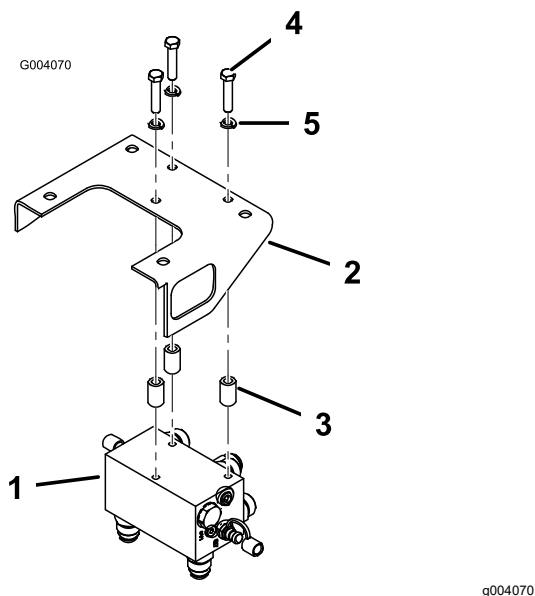

Figure 5
4. Montez le collecteur sur la face inférieure du support au moyen de 3 boulons (3/8 x 1-3/4 po), rondelles-freins (3/8 po) et entretoises. Insérez des entretoises entre le support du collecteur et le sommet du collecteur. Le collecteur doit être positionné de sorte que les raccords soient orientés vers l'arrière et le bas (Figure 5).